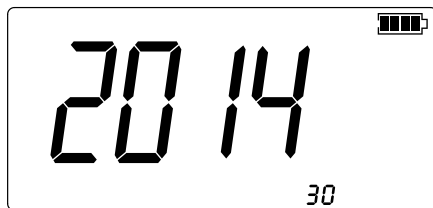

图 2.1-3
3. 接着显示产品型号以及自动关机时间，持续时间为 2s，如图 2.1-3 所示。